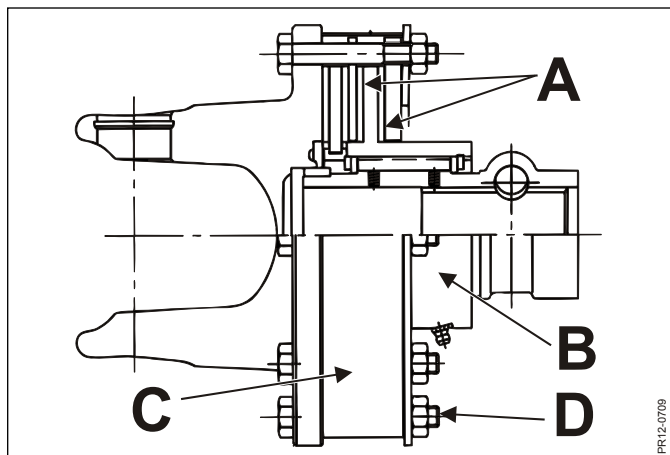

Рис. 7-4
- Рис. 7-4 **ВНИМАНИЕ:** Металлическое регулировочное кольцо С показывает, правильно ли затянуты пружины. Затяните болты D до такой степени, чтобы кольцо С можно было повернуть (max. 0.5 мм). Если кольцо слишком туго поворачивается или деформировано, значит болты затянуты слишком сильно.